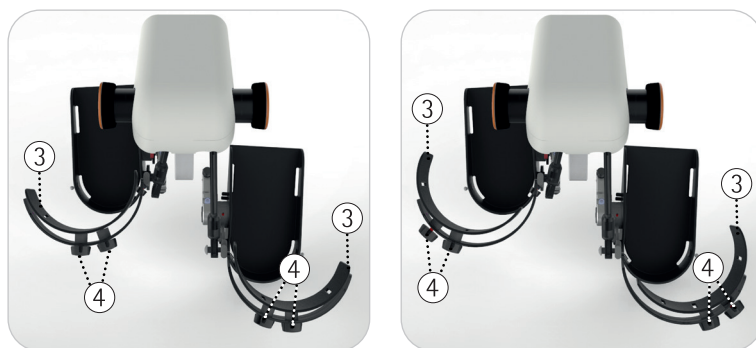

Fig. 6.2, 6.3
veja Fig. 6.2, 6.3 Para o ajuste radial ③ é necessário parar o movimento do MOTomed. Solte os dois parafusos de fixação na parte traseira ④. Ajuste o ângulo do ajuste radial em ambos os lados e reaperte os parafusos de fixação.